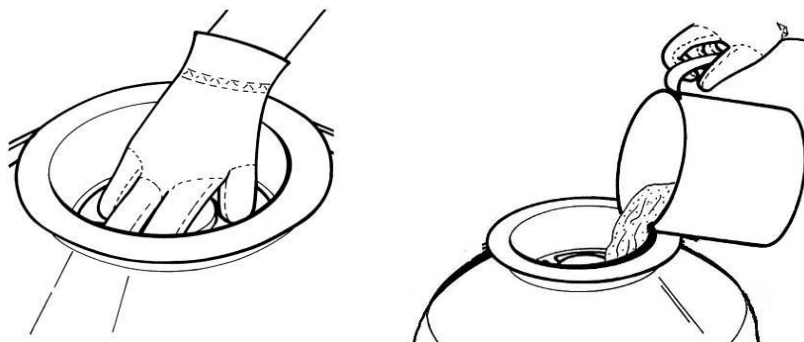

Abb. 4
4. Stellen Sie nun das Ausströmröhr mit dem unteren Filtertopf von oben in den Poolfilterbehälter ein. Dann legen Sie den Einfülltrichter auf die obere Öffnung des Behälters. Befüllen Sie nun den Behälter mit Quarzsand oder mit BEASAN-Filterbällen (SPF 180 und SPF 250 F Sandgewicht 13 kg oder 350 g BEASAN-Filterbälle / SPF 370 F Sandgewicht 25 kg oder 700 g BEASAN-Filterbälle). Achten Sie darauf, dass kein Sand in das Ausströmröhr gelangt. (Abb. 4)